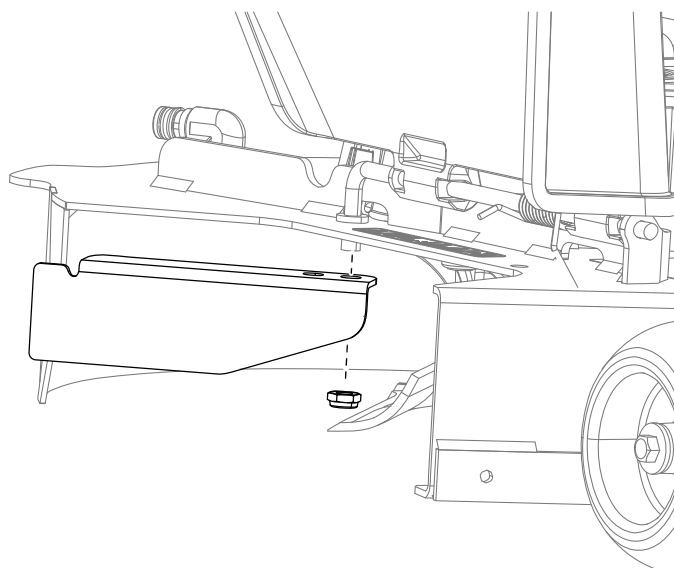

Figura 18
1. Za kućišta od 127 cm, uklonite postojeću pregradu sa mašine (Figura 18).